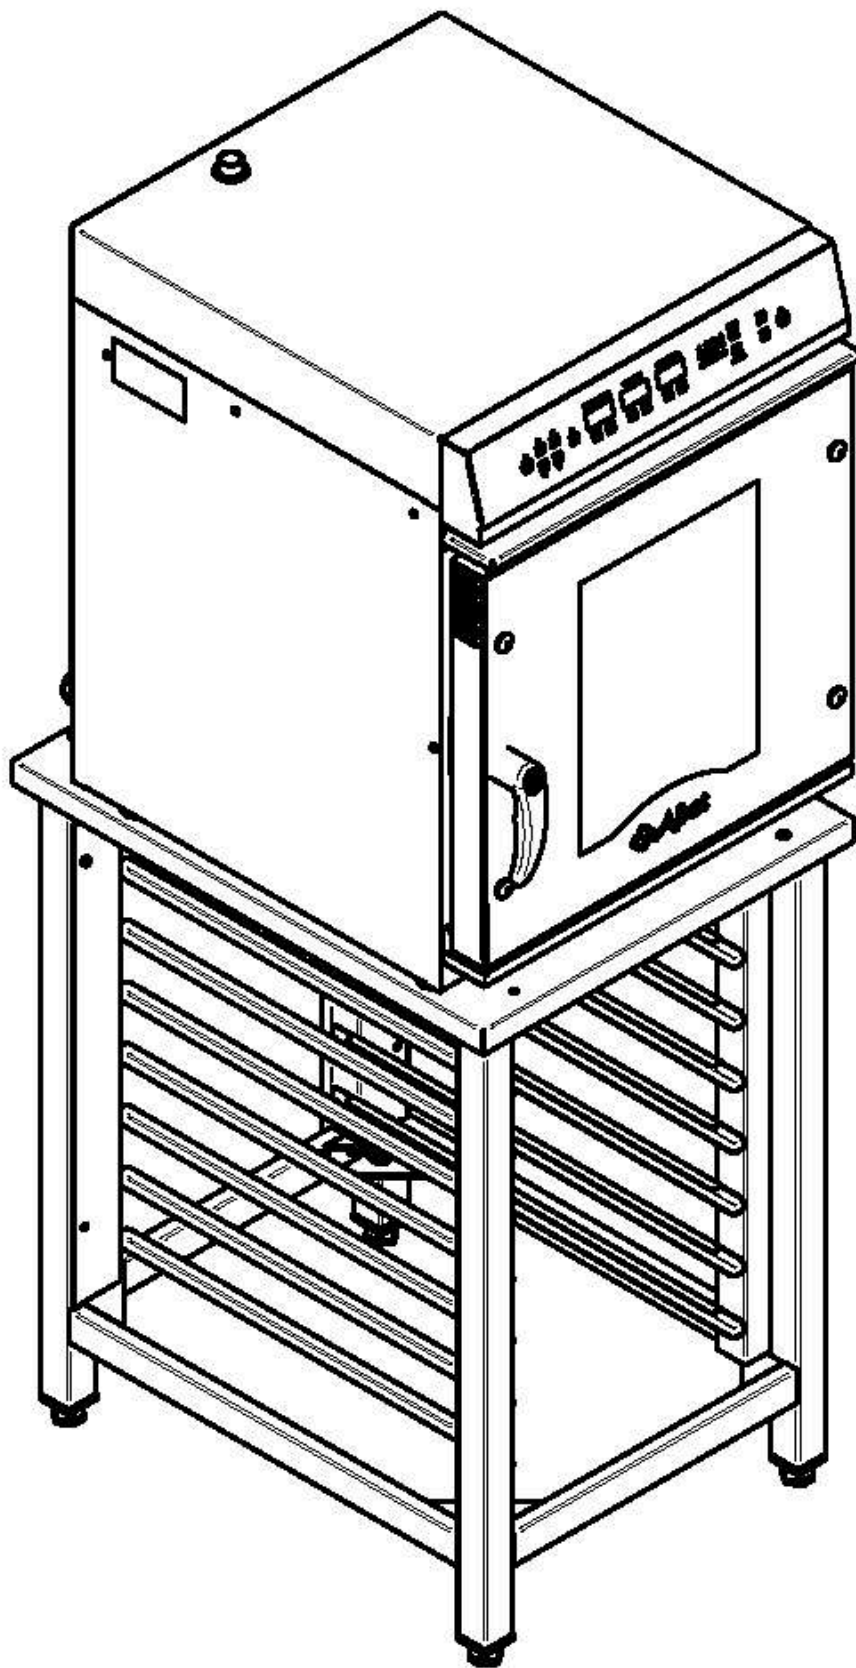

Рис.5. Пароконвектомат, установленный на подставку ПК-8-02.
- установите пароконвектомат на стол или подставку (см. рис.5) ПК-8-02 (завод изготовитель АО «Чувашторгтехника» г. Чебоксары, код для заказа 110000009828);